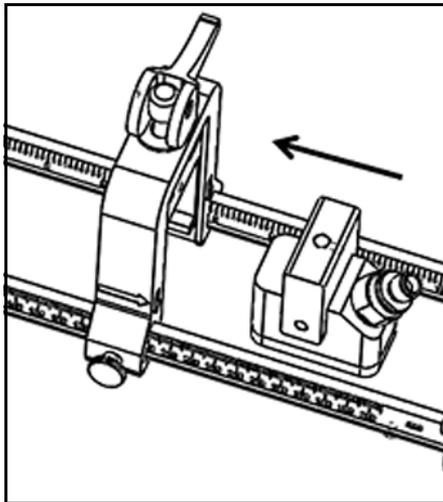

Figure 21 : Insertion du transducteur
- Faites glisser un transducteur, déjà bloqué dans son support de transducteur, dans l'un des supports à pince de la fixation à pinces jusqu'à ce que le plongeur situé au-dessus du support du transducteur jusqu'à ce qu'un déclic indique son enclenchement au bas du support à pince (voir la *Figure 21* ci-dessous).